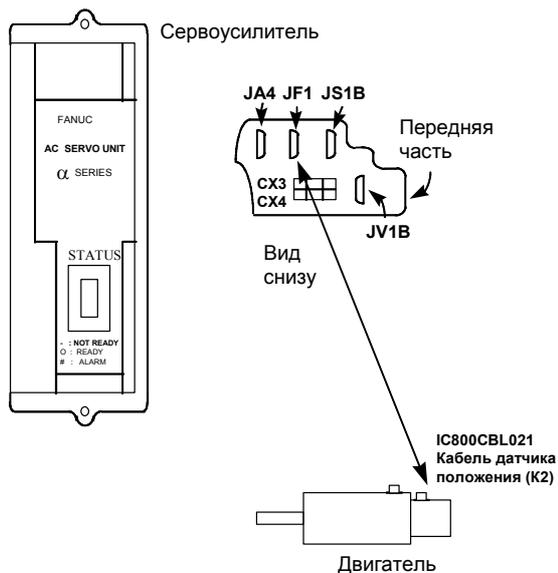

Рис. 2-6. Подключение Датчика положения Двигателя α Series
- В. Вставьте противоположный конец кабеля в гнездо, обозначенное как **JF1**, в нижней части сервоусилителя  $\alpha$  Series (см. рис. 2-6)
Фильтр сети переменного тока снижает влияние гармонических помех на источник питания; рекомендуется использовать такой фильтр. На один фильтр сети переменного тока может быть установлено два или более усилителей, если не превышает его допустимая нагрузка по мощности. На рис. 2-6 показано подключение усилителя к такому сетевому фильтру.